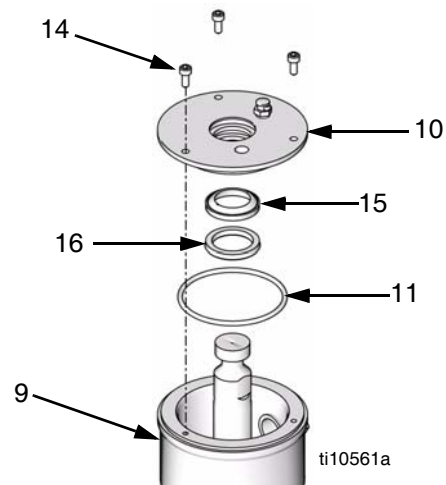

FIG. 5
5. En bombas de desplazamiento con copelas húmedas cerradas (9), utilice una llave hexagonal M4 para extraer los tres tornillos (14) de la tapa de la copela (10) y quitar la tapa. Vacíe y limpie la copela húmeda (9). Vea FIG. 5.
6. En bombas de desplazamiento con copelas húmedas cerradas (9), utilice una llave hexagonal M4 para extraer los tres tornillos (11) de la tapa de la copela (15) y quitar la tapa (16).